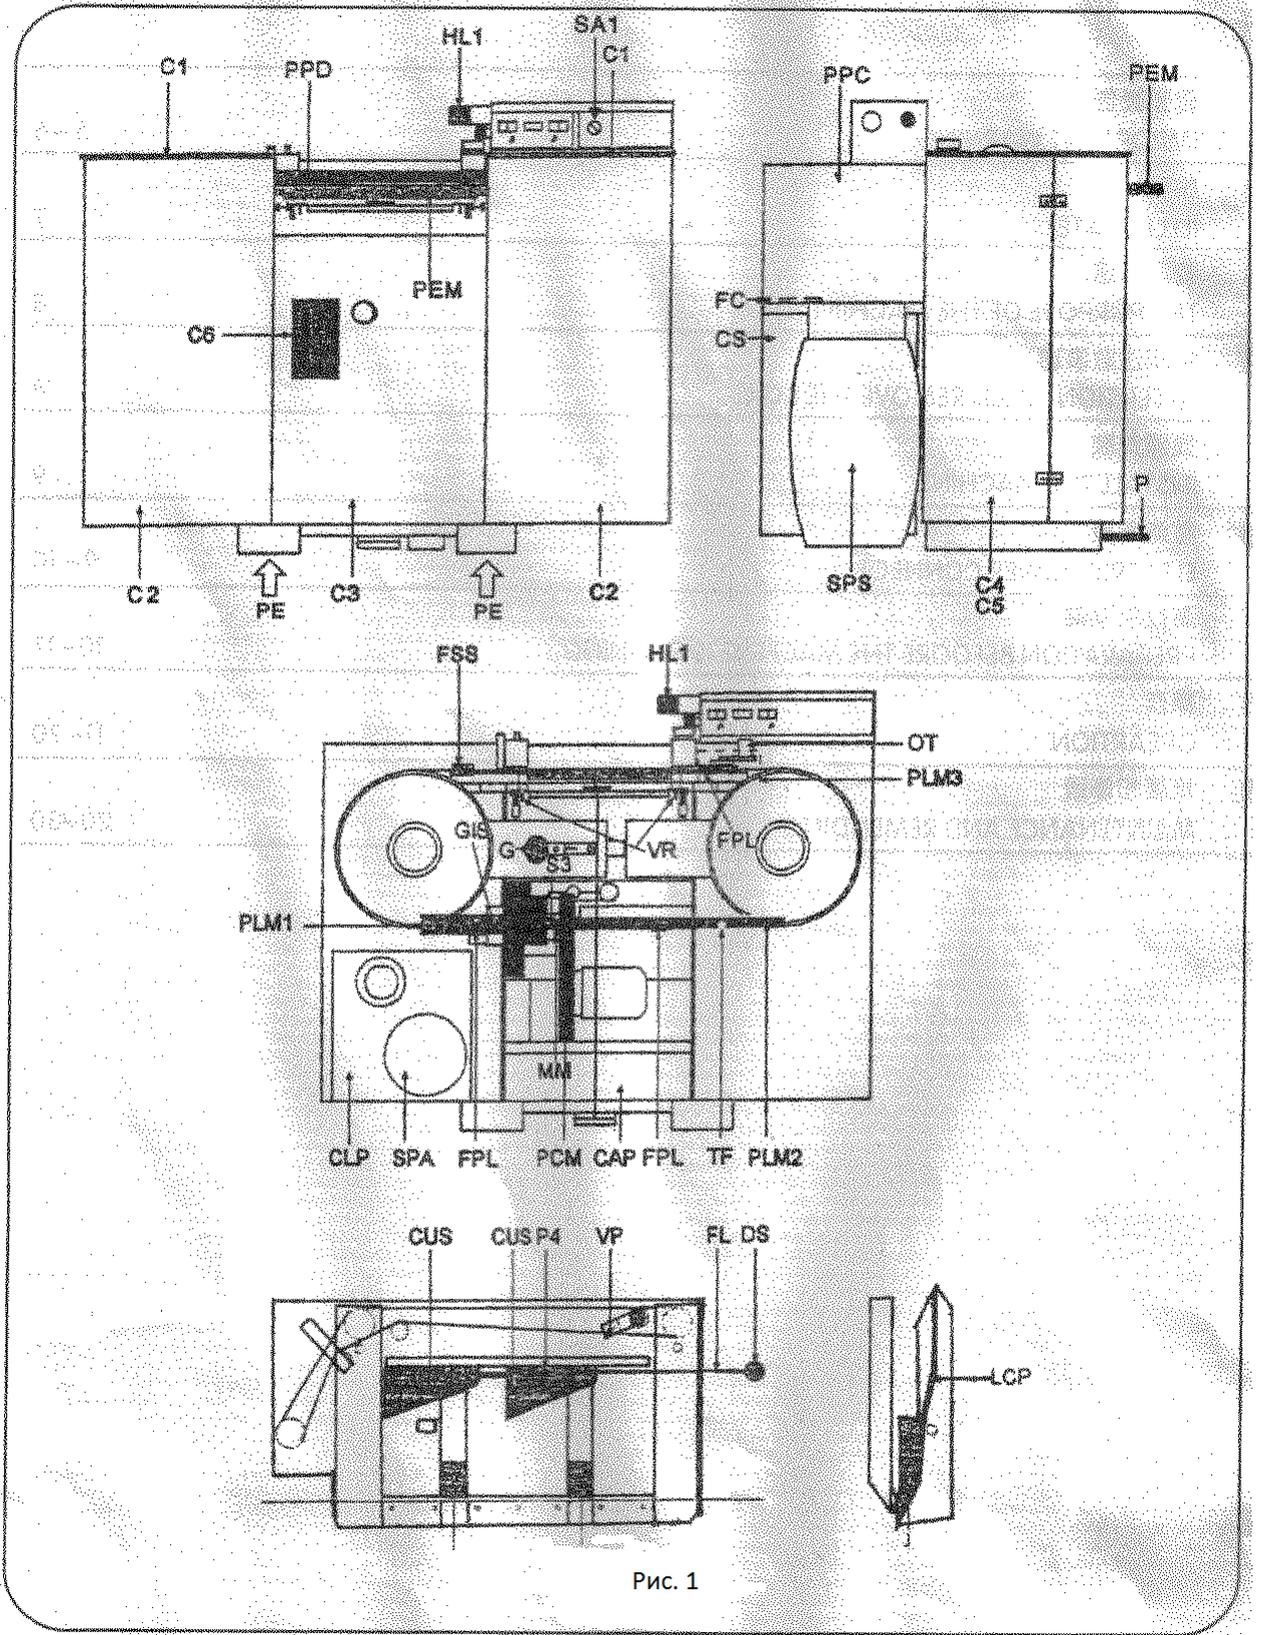
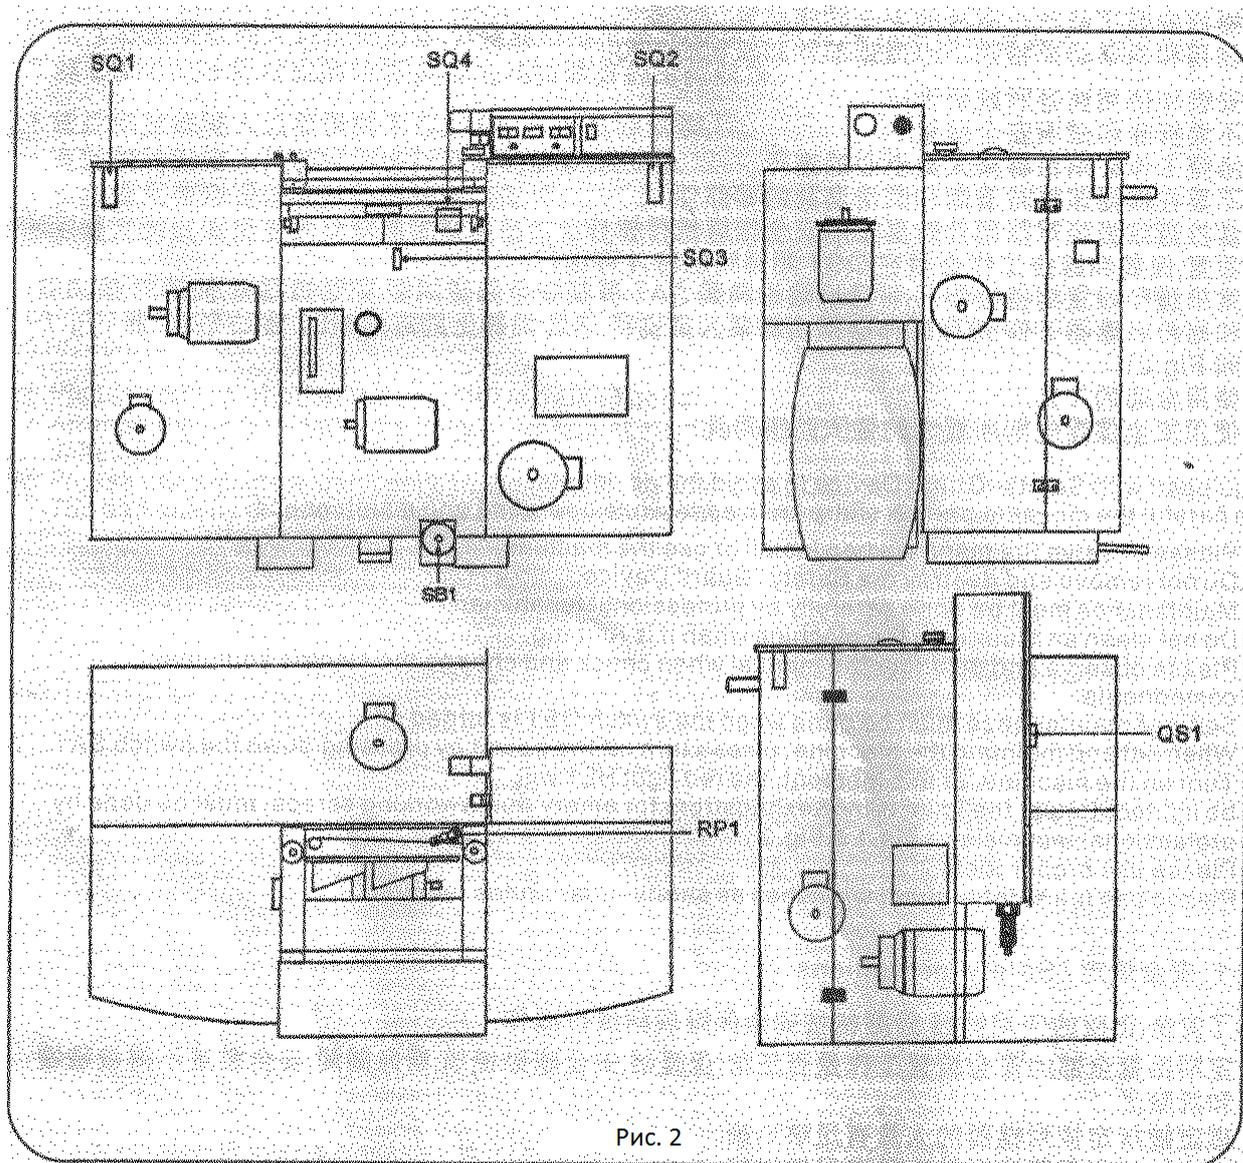

Рис. 1
Рис. 2
- Перед установкой и обслуживанием машины отключайте питание, нажав переключатель SA1. При включении машины должна загореться красная лампочка HL1. Установка направляющих планок и устройства вытяжки абразивной пыли и рабочих обрезков должна выполняться только квалифицированными специалистами (см. рис.1 и рис.2).
- Устройство защиты рук PPD (см. рис. 1) на столешнице PEM.
- Верхняя крышка C1 (см. рис. 1).
- Упаковочный короб C2, C3, C4, C5 (см. рис. 1).
- Защитный переключатель SQ-1, SQ-2, SQ-3 (см. рис. 2).
- Кожух ремня РСМ (см. рис. 1).
- Левая защитная крышка нижнего ленточного ножа PLM1 (см. рис. 1).
- Средняя защитная крышка нижнего ленточного ножа PLM2 (см. рис. 1).
- Правая защитная крышка нижнего ленточного ножа PLM3 (см. рис. 1).
- Задняя крышка PPC (см. рис. 1).
- Убедитесь в наличии и правильной установке фильтра рабочих обрезков SPS (см. рис. 1), устройства вытяжки и фильтра остатков абразивной пыли SPA (см. рис. 1).
- Убедитесь в наличии и правильной установке отсека для рабочих обрезков CS (см. рис. 1).
- Освободите балансировочный поддон DS (см. рис. 1) и убедитесь в наличии нейлонового фильтра FL (см. рис. 1).
- Снимите среднюю крышку СЗ (см. рис. 1), зафиксируйте нижний балансир и убедитесь в наличии нейлонового фильтра FL (см. рис. 5).
- Удалите зауженный назад шкив CUS (см. рис. 1) верхнего лезвия, предварительно удалив крепежные штифты с полукруглой головкой P4.
- Закрепите балансировочный поддон DS (см. рис. 1) и убедитесь в наличии нейлонового фильтра FL (см. рис. 1).